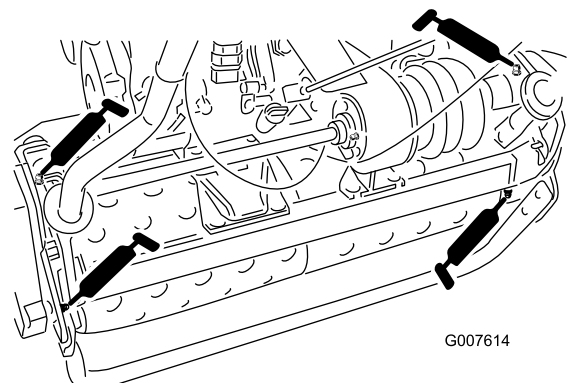

図 15
- ・ ドラムのアクスル（2ヶ所）（図 15）
- ・ デファレンシャル（3ヶ所）（図 15）